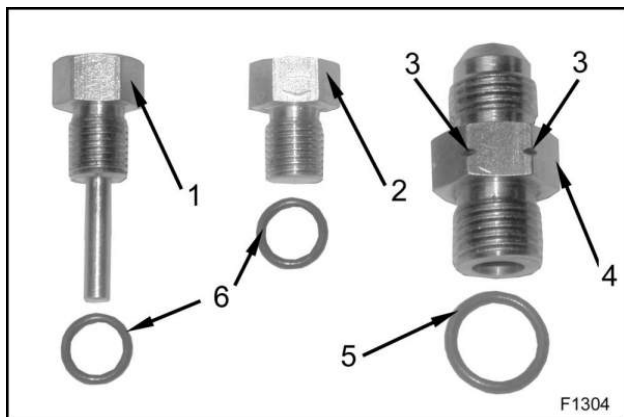

Figure 3 Joints toriques et raccords fournis dans la trousse 1842906C91
MISE EN GARDE – Si l'écrou hexagonal du raccord de sortie de la pompe à huile haute pression devant faire l'objet de la réparation est pourvu d'encoches, tel qu'illustré à la Figure 3, article 3, ne pas tenter de réparer la pompe. Il est suggéré de remplacer la pompe.
6. Installer des joints toriques neufs sur le nouveau raccord de sortie et les deux nouveaux bouchons (Figure 3). Prendre garde de bien loger les joints toriques au moment de leur installation.